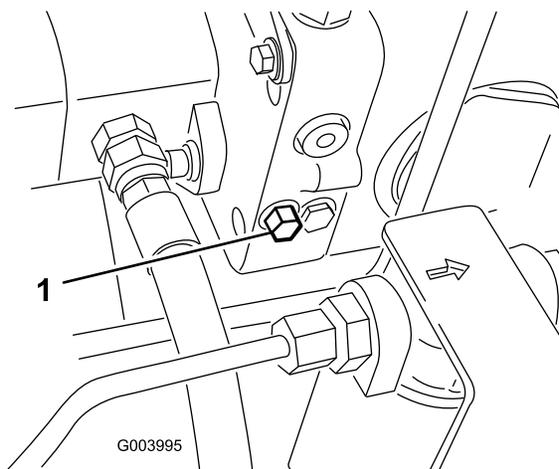

図 32
1. バイパスバルブはハイドロスタットの左側にある 図 32。バイパスバルブを右または左11.5回転させると内部でバイパスが形成される。これにより、トランスミッションを破損することなく、機械を押して低速で移動できるようになる。